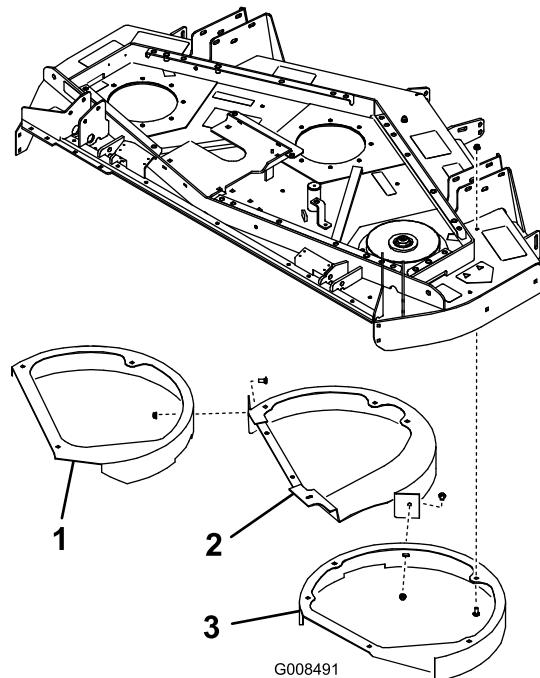

図 1
3. デッキの下側にデッキチェンバを仮止めする； $5/16 \times 3/4$ インチのキャリッジボルトとフランジナット 12 組を使用。ボルトは、頭がデッキの内側にくるように取り付けること。チェンバは 図 1 のように組み付ける。
4. 中央のチェンバに、左右のチェンバを仮止めする； $5/16 \times 3/4$ インチのキャリッジボルト 2 本とフランジナットを使用する (図 1)。